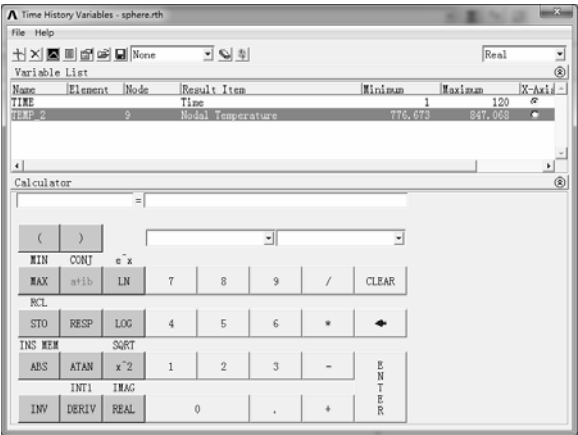

图 5-40 变量观察器
- 1) 选择“Main Menu>TimeHist Postpro>Variable”下的“Viewer”命令，弹出“Time History Variables”对话框，如图 5-40 所示。